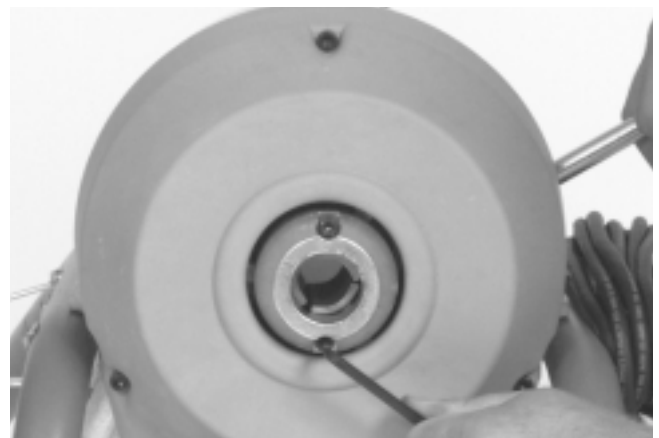

Figura 12 – Recambio de las mordazas del embrague
2. Extraiga los tornillos de la pieza saliente (*Figura 12*).